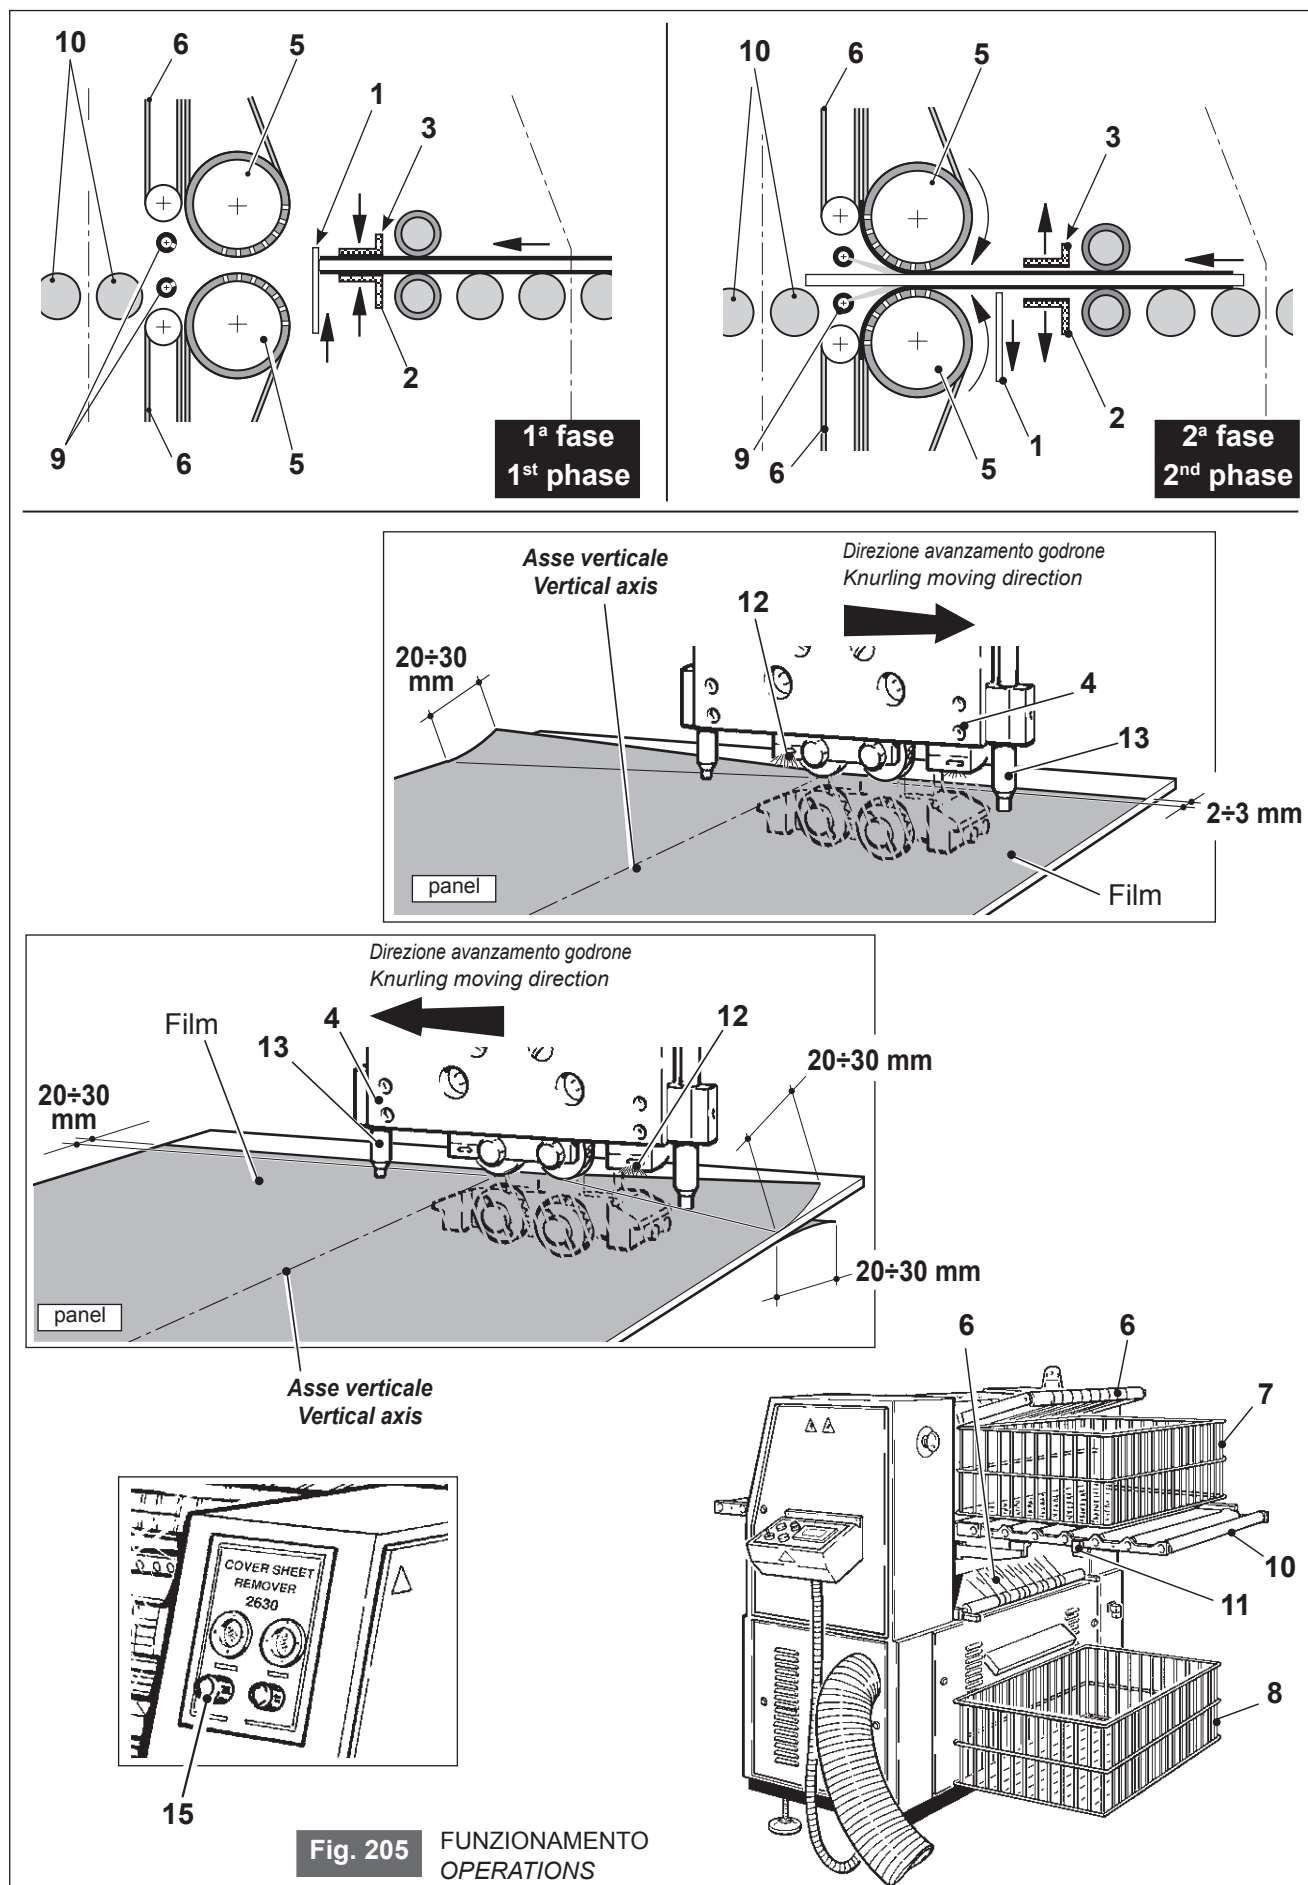

Fig. 205 FUNZIONAMENTO
- 1ª fase (fig. 205)
- La piastra avanza sino ad incontrare la barriera frontale (1) che la allinea;
- i due "pinza schede" {uno inferiore (2) ed uno superiore(3)} la chiudono tenendola ferma.
- 2ª fase (fig. 205)
- La barriera frontale si abbassa mentre il gruppo di godronatura (4) scorre longitudinalmente sino ad incontrare la piastra. Appena la fibra ottica (13) rileva la piastra, le rotelle zigrinate si chiudono praticando un'incisione sui primi 2÷3 millimetri del mylar.
- 1st phase (fig. 205)
- The panel advances until it finds the front barrier (1) which aligns it;
- the two "board grippers" {one lower (2) and one upper) (3)} close and holds the panel in position.
- 2nd phase (fig. 205)
- The front barrier lowers, while the knurling unit (4) runs longitudinally, till reaching the panel.
- As soon as the optical fibre (13) detects the panel, the knurling rollers close so scoring the first 2÷3mm of the mylar.